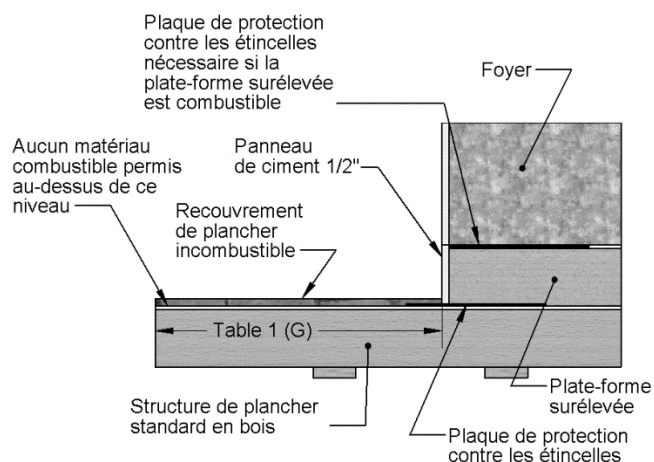

FIGURE 19 **EXEMPLES DE PROLONGEMENT DE L'ÂTRE**
La zone située immédiatement à l'avant du foyer doit être protégée si la surface est combustible. Consultez le Tableau 1 (E-F) pour connaître la profondeur et la largeur auxquelles doit s'étendre la protection du prolongement de l'âtre à l'avant et sur les côtés de l'ouverture du foyer (voir la Figure 2). Consultez la Figure 19 pour connaître différentes options d'installation de prolongement de l'âtre.
La plaque de protection contre les étincelles fournie (H) doit être installée à 2 1/2" sous l'espaceur inférieur du foyer et 2 1/2" sous le prolongement de l'âtre, centrée avec l'ouverture du foyer (voir la Figure 19). Cette plaque de protection empêche les étincelles de se déposer dans cette zone et de déclencher un incendie.